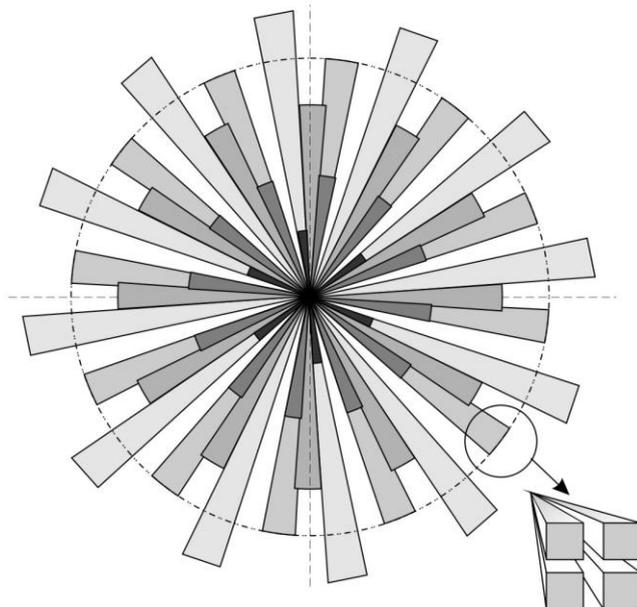

Рисунок 2
2.1 Принцип действия основан на регистрации изменений потока теплового излучения, возникающих при пересечении человеком зоны обнаружения, которая состоит из чувствительных зон. Каждая чувствительная зона состоит из четырех элементарных чувствительных зон (рисунок 2).